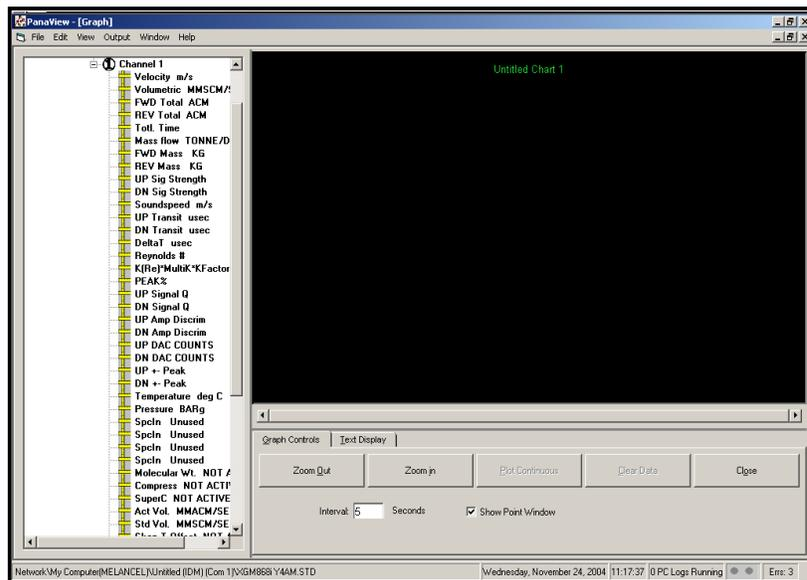

Figure 4 : Fenêtre graphique
3. En utilisant le menu *Fenêtre*, disposez les fenêtres ouvertes au format souhaité. Pour cette description, la Figure 4 montre la fenêtre *Graphique* dans sa taille maximisée (plein écran).